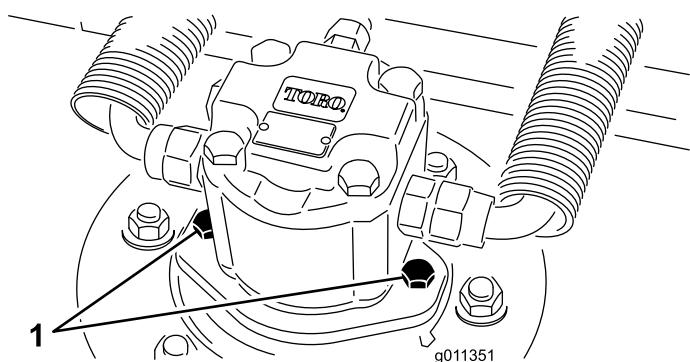

Bild 96
2. Schließen Sie den Hydraulikmotor von der Schneideinheit ab und nehmen Sie ihn ab (Bild 96). Decken Sie die Spindeloberseite ab, um einer Verunreinigung vorzubeugen.
4. Montieren Sie den Hydraulikmotor am Mähwerk (Bild 96) Stellen Sie sicher, dass sich der O-Ring unbeschädigt in seiner Position befindet.